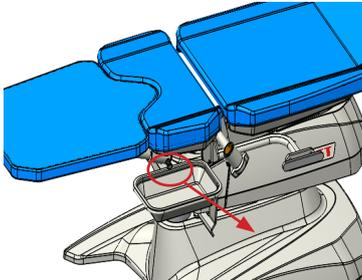
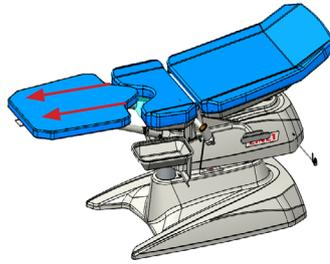

Fig. 4 Puxar o pino de bloqueio para fora
Fig. 5 Puxando a superfície do paciente para fora
- 2) Puxe o pino de travamento com uma mão (Fig. 4) Enquanto puxa a extensão da superfície do paciente para fora da cadeira com a outra mão (Fig. 5)